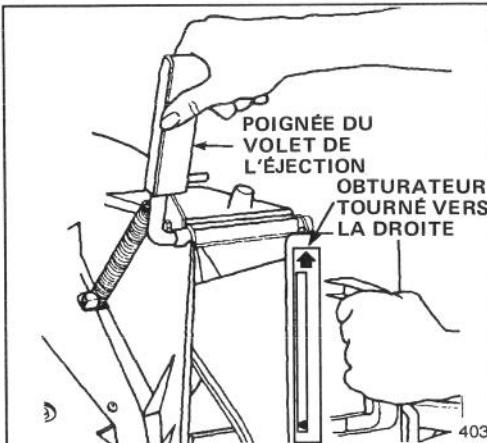

Figure 12
1. Ouvrir le volet de l'éjection en tirant la poignée vers l'avant, puis en le repoussant vers l'arrière (Fig. 12). Tenir la poignée du volet de l'éjection pour empêcher que son ressort ne le ferme lors de l'introduction de l'obturateur.
2. L'obturateur étant légèrement plus large que l'ouverture du canal d'éjection, l'introduire en le faisant tourner légèrement vers la droite (Fig. 12). Vérifier que la flèche qui se trouve sur l'autocollant de l'obturateur est pointée vers le haut.